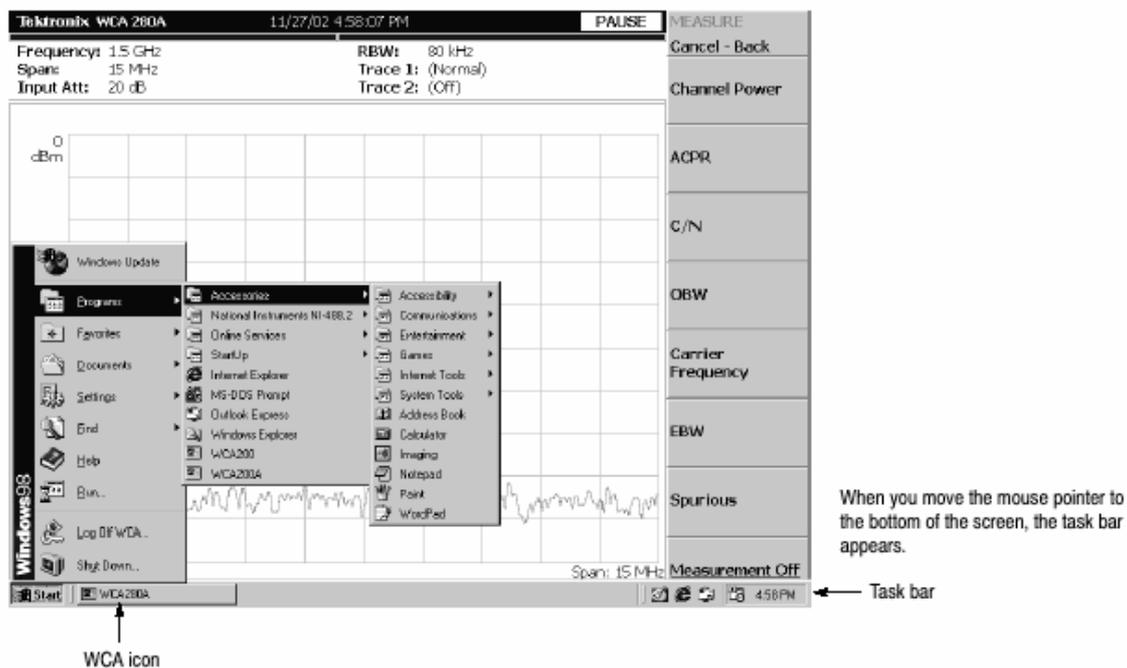

图 3-90 显示 Windows 98 附件菜单
当用鼠标将指标移到屏幕底部时 ,任务条出现 (显示)(见图 3-90)。任务条包含启动和分析仪应用图标。遵循视窗 98 的操作程序使用 Start 菜单进入视窗应用。
- 1 . 使用鼠标将指针移到屏幕底部 (见图 3-90)。任务条出现。